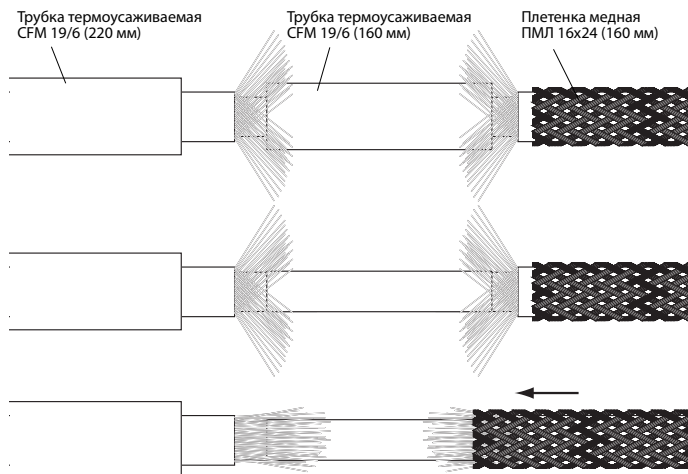

Рис. 7
5.8. С одного конца ленты сдвинуть трубку термоусаживаемую (поз. 5 состава комплекта). Разместить ее по центру соединения (рис. 7) и усадить с помощью воздушного термопистолета.